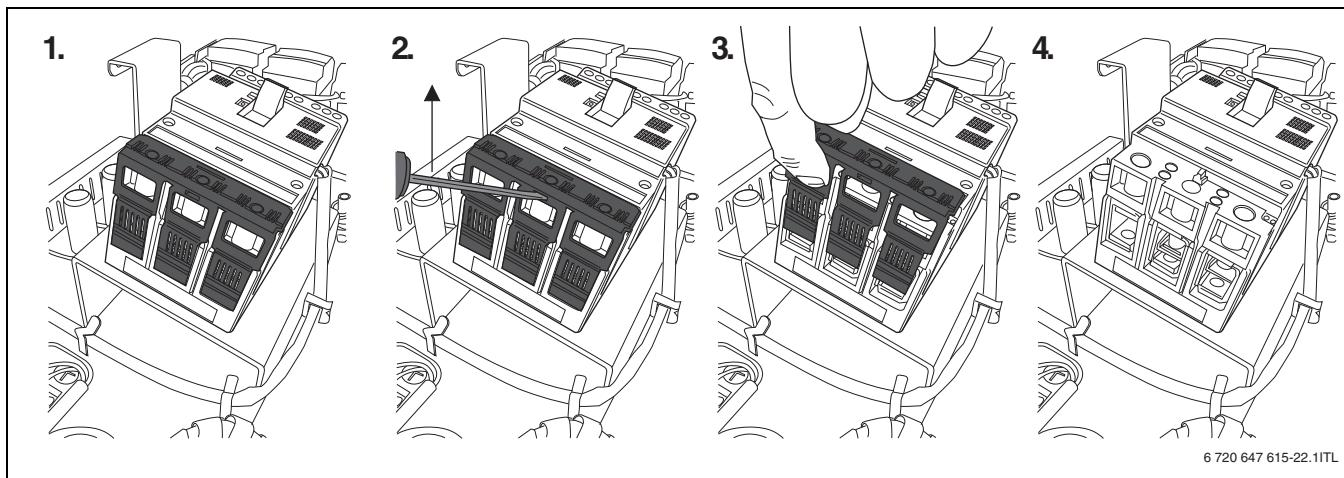

Рис. 9 Удаление защиты от прикосновения на главном выключателе
- ▶ Подключите провод к входным клеммам «L1–L3» главного выключателя (→ рис. 9 и 10).